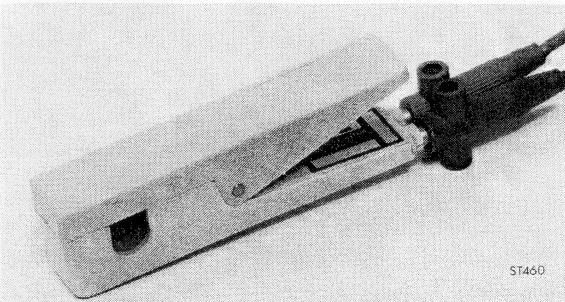

Fig. 3.
**III-2.2. Transformateur de courant PM 9245 (Fig. 3, page 36)**